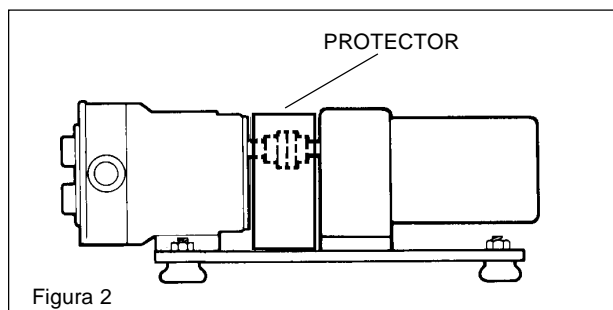

Figura 2
D. Con soportes de nivelación y aislamiento de vibraciones. (Vea la figura 2)